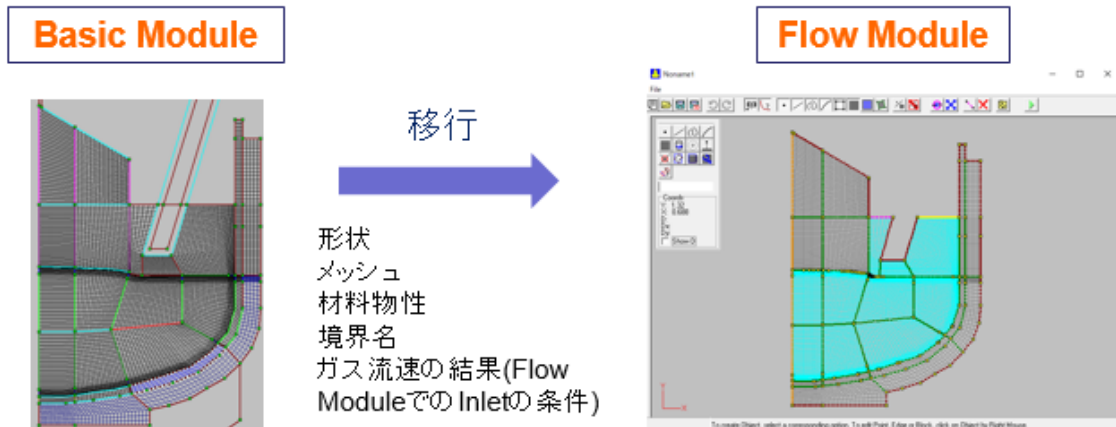

図 13 . Basic Module から Flow Module への移行イメージ
- Basic Module からの移行機能のリリース (図 13)